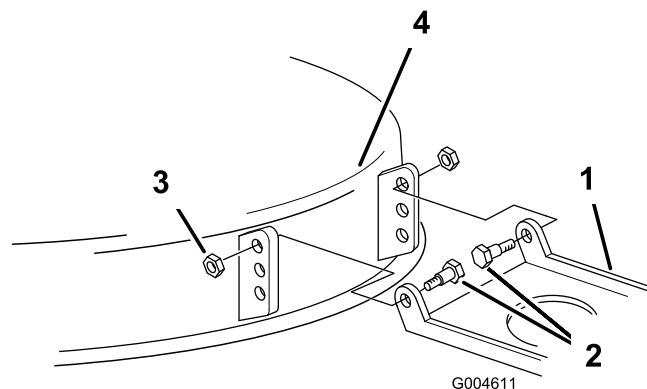

Figura 49
18. Si no es posible lograr una inclinación de la parte delantera de 6 a 16 mm girando la tuerca de ajuste de la inclinación, mueva el soporte de pivote del cortacésped (Figura 49).
19. Retire los pernos de cuello largo y las contratuercas del cortacésped (Figura 49).
20. Baje el pivote del cortacésped al taladro inmediatamente inferior y vuelva a colocar los pernos de cuello largo y las contratuercas (Figura 49).